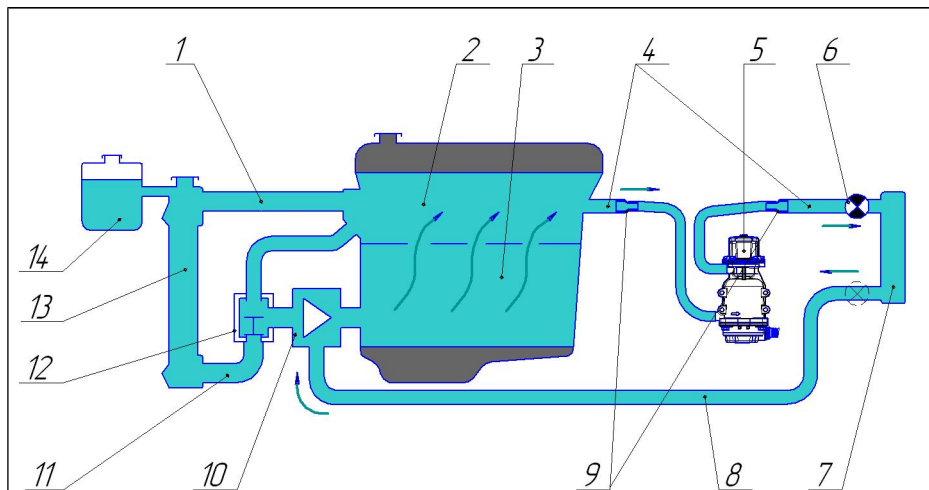

Рисунок 3
6.2 В состав комплекта входят детали и материалы, позволяющие произвести монтаж подогревателя на автомобиле по схеме, представленной на рис. 3. Подключение подогревателя к контуру циркуляции ОЖ производится через шланг подачи ОЖ от двигателя к радиатору отопителя салона независимо от расположения термостата.
6.3 Подогреватель должен быть установлен строго в вертикальном положении (насос вверх, рис. 3).
ВНИМАНИЕ! *Для автомобилей оснащенных инновационной системой терморегулирования ИТМ (ряд бензиновых двигателей TSI, FSI и дизельных TDI концерна Volkswagen) монтаж подогревателя по схеме рис. 3 через отопитель салона не допускается из-за наличия в системе управляемых электромагнитных клапанов.*